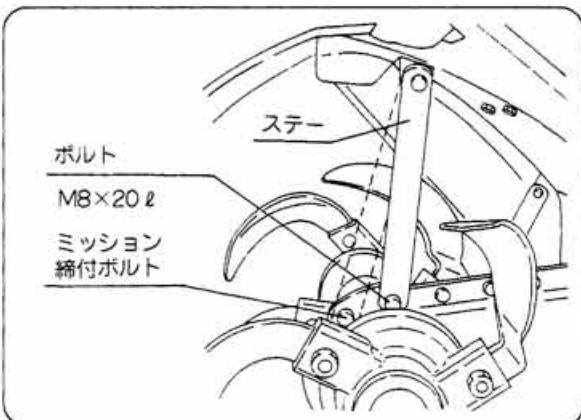

図59
- ⑤ ステーを1段上にセットしてください。(M8×20ℓボルト)(図59)
- ⑥ ミッション締付ボルトを取付けてください。(図59)